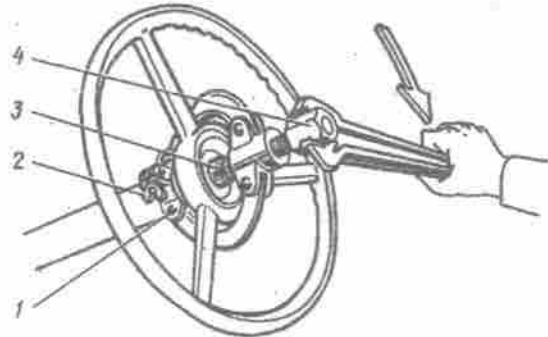

Bild 215. Abziehen des Lenkrades:
5. Befestigungsmutter des Lenkrades um 2...3 Umdrehungen lockern und mit Hilfe eines Abziehers (Bild 215) den Sitz des Lenkrades auf dem Lenkspindelkegelzapfen lockern.